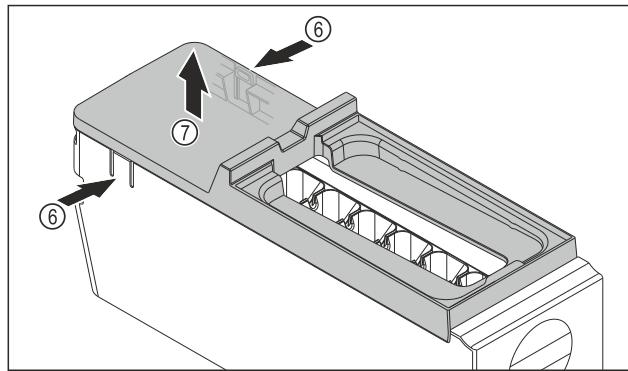

Fig. 132
- Snemite pokrov glavnega dela EasyTwist-Ice: Spone Fig. 132 (6) na obeh straneh glavnega dela EasyTwist-Ice pritisnite z eno roko.
- Pokrov Fig. 132 (7) z drugo roko dvignite in odstranite.